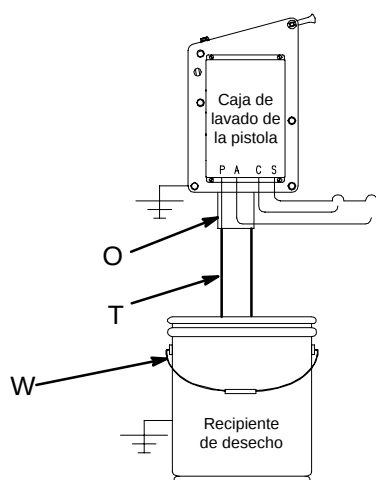

Fig. 2
Conecte una tubería o un tubo recto (T) de 0,6 m entre la salida de fluido de la caja de lavado (O) y un recipiente de desecho cerrado (W). Vea la Fig. 2.